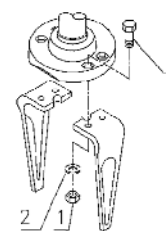

Fig. 5.2.9B
Para sustituir las púas, calzar previamente la máquina colocando unos calces resistentes en ambos lados debajo del chasis del rastrillo, para evitar que el dispositivo de elevación del tractor pueda bajar intempestivamente. Para cambiar las púas, suelte y retire las uniones roscadas de las pos. 1, 2 y 3 (véase fig. 5.2.9B).